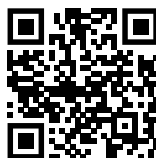

Fig. 168
- ▶ Ouvrez le Liebherr SmartMonitoring Dashboard. (voir Fig. 168).